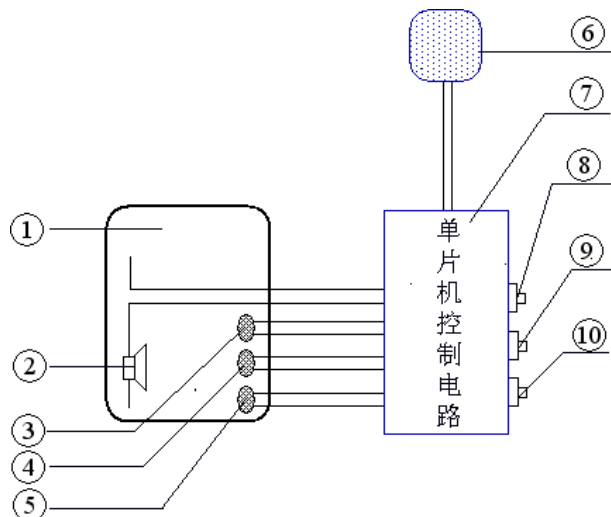

图 1 为本发明的结构示意图。
如图 1 所示。本实用防盗报警电话，其特征是，它由普通电话 1、红外感应开关 6、单片机控制电路 7、号码记忆按钮 3、储存按钮 4、免提按钮 5、设防按钮 8、撤防按钮 9、试验
附图 1 为发明项目，单片机控制、数码显示原理教具的结构示意图。
如图 1 所示。本发明项目，单片机控制、数码显示原理演示教具，其特征是：它由透明箱体①、日光管数码②、笔段开关③、单片机控制单元④、数字按钮⑤、电源电路⑥组成；所述日光管数码②由七支日光管组成；日光管数码②与笔段开关③和单片机控制单元④相连；10 个数字按钮与单片机控制单元相连；电源电路与单片机控制单元和日光管数码相连提供的工作电源。这样，通过控笔段开关就可以手动地控制日光管数码各支日光管的亮、灭状态，呈现不同的数字形式，亦可以通过对单片机编程的方法，实现对日光管数码的更灵活、更多形式的控制。